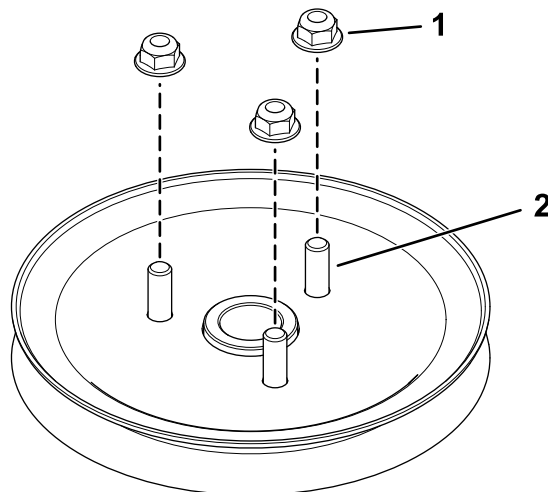

Figure 3
3. Serrez légèrement les 3 écrous sur les goujons (Figure 3).